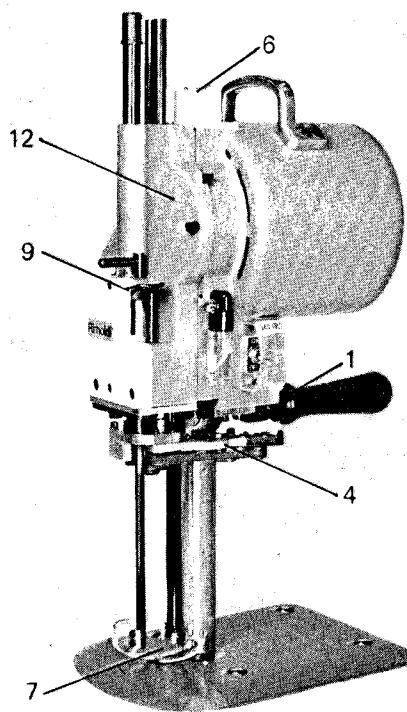
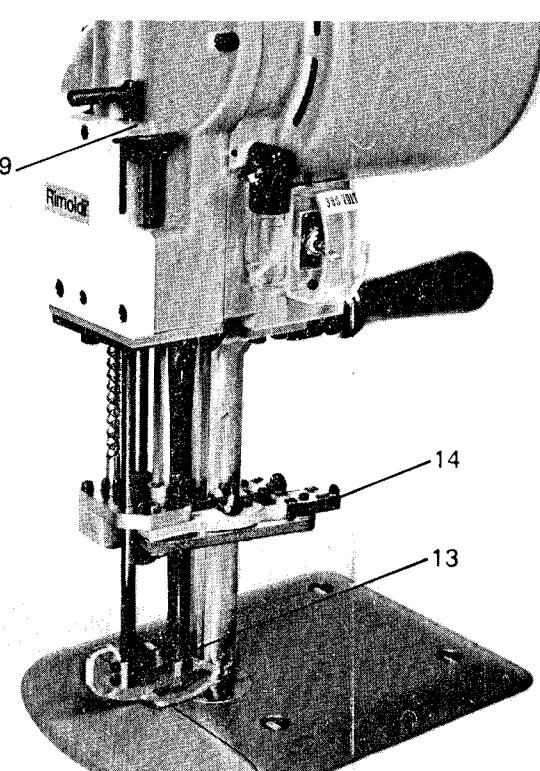
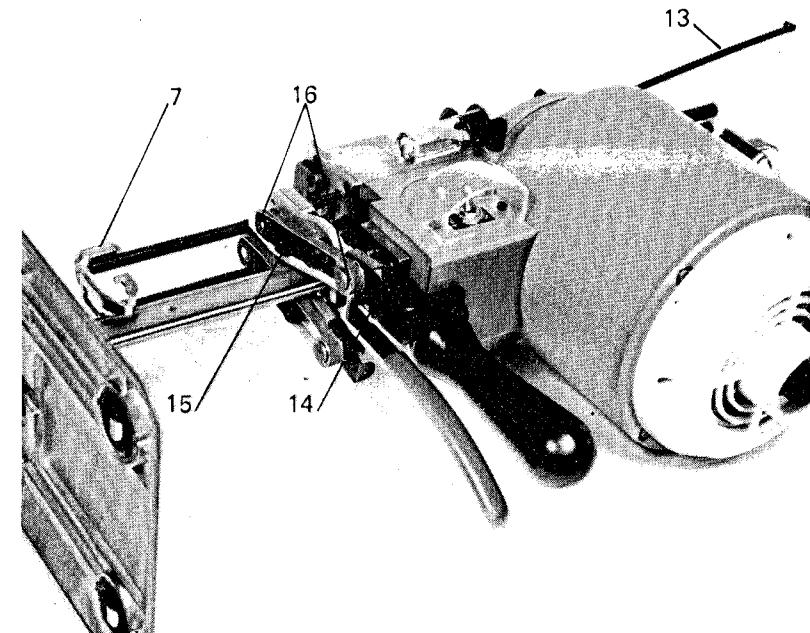

Fig. 2
Fig. 4
Fig. 5
- 3)Press lever 9 in fig. 2 to disengage the sharpener.
- 3) Den Hebel 9 Fig.2 drücken, um den Messerschleifer auszurasten.
- 3) Presionar la palanca 9 fig.2 para desconectar el afilador.
Before sharpening the blade make sure that the presser foot is completely lowered. If it is not then use lever 8 in fig. 2 to lower it.
Turn on the on/off switch and push lever 9 in fig. 2 all the way down until it locks in order to engage the sharpener which will automatically make a complete stroke thus sharpening the blade.
If necessary repeat the operation, pushing down lever 9 in fig. 2.
Bevor das Schleifen der Klinge vorgenommen wird, sich überzeugen, dass der Stoffdrückerfuss vollkommen unten ist. Wenn nicht, den Hebel 8 Fig.2 drücken, um den Stofdrückerfuss herabzulassen.
Den Motorschalter in Stellung ON bringen und den Hebel 9 Fig.2 bis zur Einrastung durchdrücken, um den Messerschleifer einzukoppeln, welcher nun automatisch einen kompletten Lauf ausführt, dabei das Schleifen der Klinge vornehmend.
Falls notwendig, den Schleifvorgang wiederholen, immer den Hebel 9 Fig.2 bis zur Einrastung durchdrückend.
Antes de proceder al afilado de la cuchilla asegurarse que el pie-prensatela se encuentre completamente abajo. En caso contrario presionar la palanca 8 fig.2, para levantar el pie.
Colocar el interruptor del motor en posición ON presionando a fondo (sino se bloquea) la palanca 9 fig.2 para impulsar el afilador que seguirá un recorrido completo afilando así la cuchilla.
Si necesario repetir esta operación, siempre oprimiendo la palanca 9 fig.2.
Every week : Remove cover 12 in fig. 2 and clean the sharpener's screw mechanism.
Jede Woche: Den Deckel 12 Fig. 2 abnehmen und das Schraubtriebwerk des Messerschleifers reinigen.
Cada Semana: Retirar la tapa 12 fig. 2 y limpiar el mecanismo a tornillo del afilador
- Press lightly on lever 9 in fig. 2 and fig. 4 and by hand position the sharpener approximately in the middle of its stroke
- Remove the blade guard 13 in fig. 4 from the presser foot and pull it to wards its highest position (see fig.5)
- Press the spring 14 in fig. 4 and 5, remove the used left belt and replace it with a new one, making sure that it passes under the belt tension shoe 15 in fig.5. Be very careful in positioning the left belt on the pulleys 16 in fig. 5 and under the belt tension shoe in order to avoid damaging it.
- Press lightly on lever 9 in fig. 2 and fig. 4 and by hand re-position the sharpener in lock position.
- Einen leichten Druck auf Hebel 9 Fig.2 und Fig.4 ausüben und den Messerschleifer von Hand auf ung. halben Weg seines Laufes bringen.
- Vom Stoffdrückerfuss das Messerschutz- Metallband 13 Fig. 4 aushaken und es vollkommen nach oben ziehen (siehe Fig.5)
- Die Feder 14 Fig.4 und Fig.5 drücken, den abgenutzten linken Riemen entnehmen und den neuen aufziehen, dabei beachtend, dass derselbe unter dem Messerspann- Gleitschuh 15 Fig.5 verläuft.
Es ist, bei der Positionierung des linken Riemens auf die Riemenscheiben 16 Fig. 5 und unter dem Messerspann-Gleitschuh, die grösste Aufmerksamkeit zu widmen, um die Beschädigung des Riemens zu vermeiden.
- Einen leichten Druck auf Hebel 9 Fig.2 und Fig.4 vornehmen und von Hand den Messerschleifer in seine Blockierstellung bringen.
- Presionar el resorte 14 fig.4, retirar la lija izquierda gastada y substituirla por una nueva cuidando de hacerla pasar debajo del tendedor de la lija 15 fig. 5.
- Prestar mucha atención al posicionar la lija izquierda a la polea 16 fig. 5 y debajo el tendedor de la lija 15 fig. 5